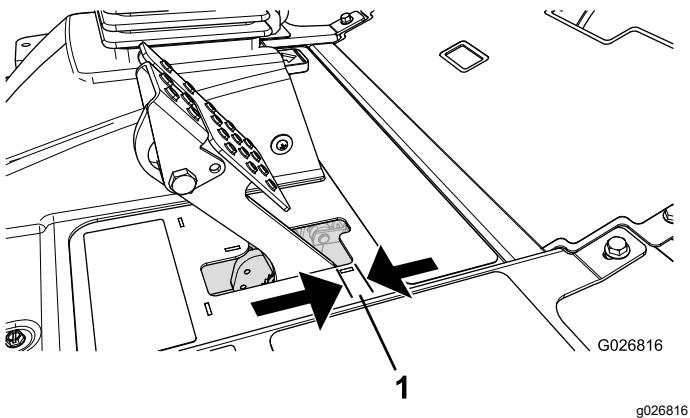

Рисунок 53
Тормоза необходимо отрегулировать, если свободный ход (Рисунок 53) педали тормоза превышает 2,5 см или требуется большее усилие нажатия для торможения. Свободный ход — это расстояние перемещения педали тормоза до ощущения тормозного сопротивления.
- Затягивая заднюю гайку, переместите тросик назад так, чтобы свободный ход педалей тормоза составил от 0,63 до 1,27 см (Рисунок 53) до момента фиксации колес.